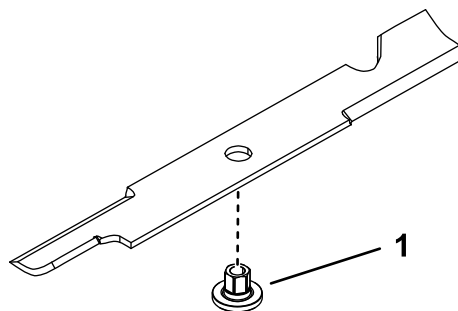

Figura 81
1. Montați buca în lamă cu gulerul bucei pe partea inferioară (care intră în contact cu iarba) a lamei (Figura 81).